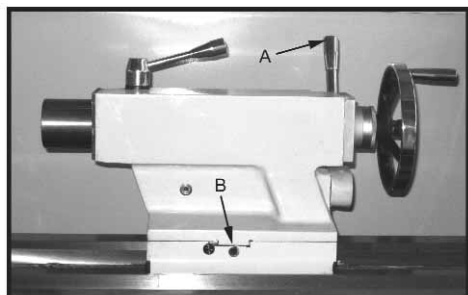

Fig. 19
1. Løsn pinoldokken ved at sænke låsehåndtaget (A, Fig. 19), og løsn excenterakslen med sekstanthoved.
2. Alternativt kan skruerne for og bag løsnes og strammes (B, Fig. 19).